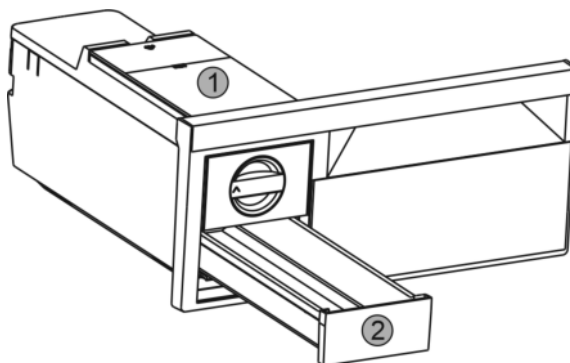

Fig. 62
- Wassertank Fig. 62 (1) und Eiswürfel-Schubfach Fig. 62 (2) entnehmen.